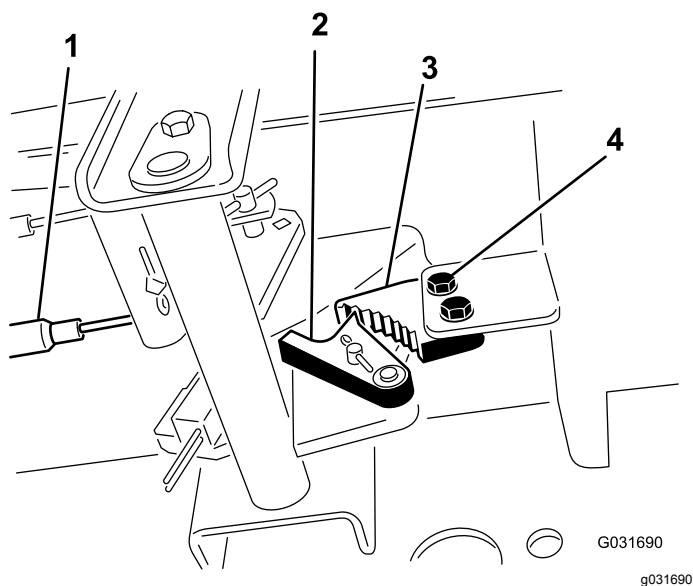

Рисунок 53
1. Ослабьте два винта крепления защелки стояночного тормоза к раме (Рисунок 53).
2. Нажимайте педаль тормоза вперед, пока углубление тормоза не войдет полностью в зацепление с защелкой тормоза (Рисунок 53).